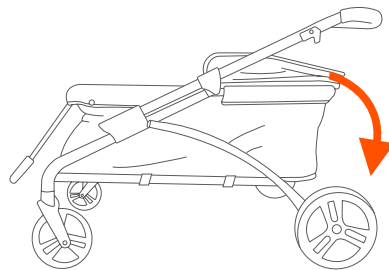

Fig. 8b
- Para plegar el cochecito, presione el botón en el gatillo izquierdo, mientras aprieta ambos gatillos de liberación simultáneamente (Fig. 8b) y empuja la manija hacia el piso.